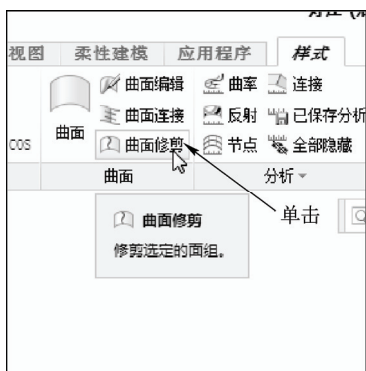

图 9-13 单击“曲面修剪”按钮
STEP 03 在打开的“样式”选项卡中单击“曲面”面板中的“曲面修剪”按钮 , 如图 9-13 所示。